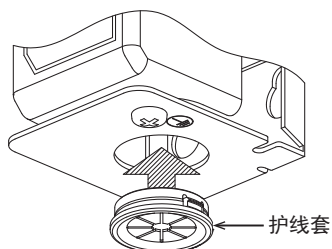

图12 护线套的安装
- (1) 按『图12』所示方向把护线套插入对象的脱模孔。
- (2) 按压卡销直到听到「咔哒」声。
- (3) 确认不能取下。